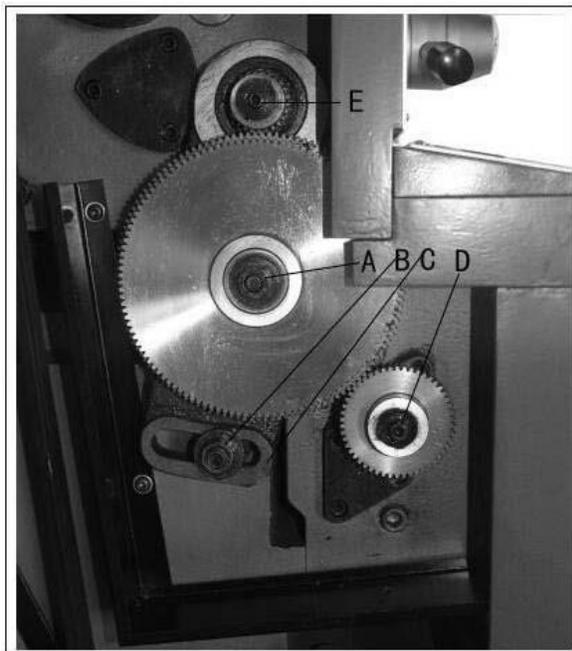

Рисунок 19
Ослабьте гайки (А&В, рис. 19).
Сдвиньте раму (С, рис. 19) и временно удерживайте на месте путем затягивания гайки (В, Рис. 19).
Снимите винты с шестигранной головкой (D и / или E, рис.19), в зависимости от того, какая передача должна быть изменена.
Ослабьте гайку (В, рис. 19), сдвиньте раму назад, чтобы произошло сцепление зубцов на зубчатых передачах, и затяните гайки (А и В, рис. 19).
Примечание: Для резьбы рукоятка (D) будет установлен на «С» или «Е», в зависимости от требуемой резьбы. Поверните рукоятку (В, рис. 19) вправо.